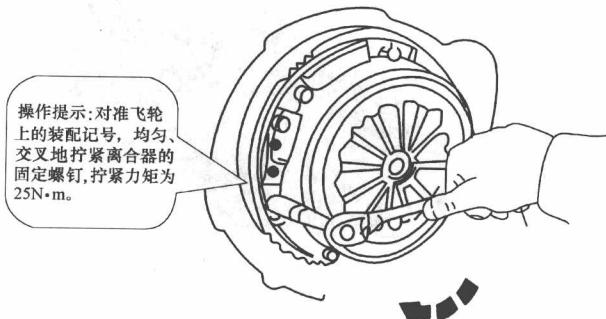

图 1-21 按规定力矩拧紧离合器外盖
3) 对正压盘和飞轮的装配标记，用扭力扳手对角、分次拧紧螺栓，如图 1-21 所示。